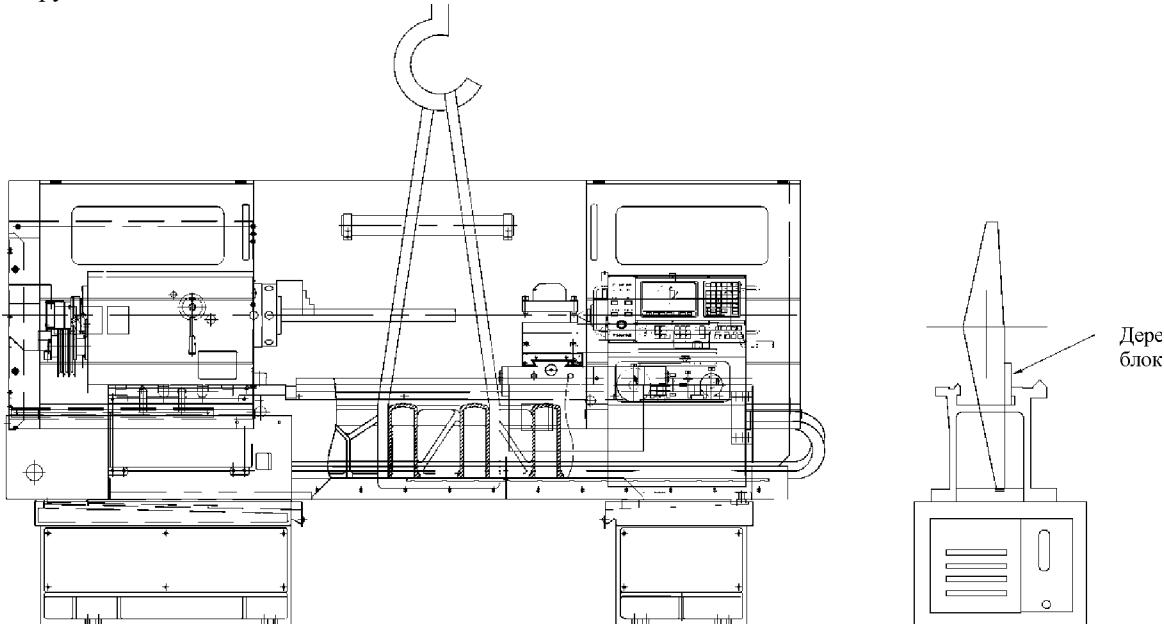

Рисунок 17 Схема строповки станка
Если станок транспортируется без коробки, то схему строповки смотрите на Рисунок 17 Схема строповки станка
2. продеть через внутренние ребра-перемычки станины станка стальной строп (чалку) длиной 2 метра и грузоподъемностью 5 тонн. Запрещается цеплять станки с РМЦ>750 мм за одно ребро на станине. Концы стропа должны находиться с разных сторон прутка. (см Рисунок 17 Схема строповки станка), для предотвращения возможности опрокидывания станка. Запрещается вставлять пруток в заднюю бабку, это может привести к задиркам на конусе пиноли.